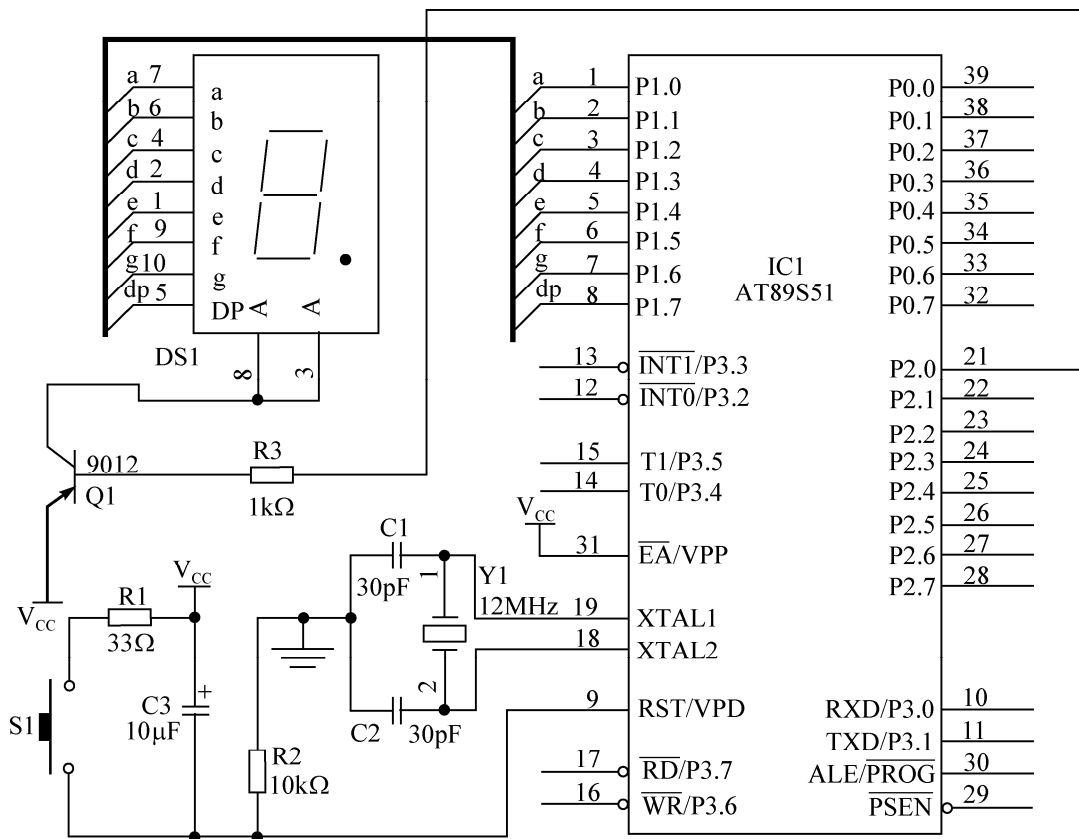

图 4-15 一位 LED 数码计数牌电路
根据任务要求，一位 LED 数码计数牌电路如图 4-15 所示。
- ① 按图 4-15 所示电路在万能实验板中绘制电路元器件排列布局图；
- ② 按布局图依次进行元器件的排列、插装；
- ③ 按焊接工艺要求对元器件进行焊接，背面用 $\phi 0.5\text{mm} \sim \phi 1\text{mm}$ 镀锡裸铜线连接，直到所有的元器件连接并焊完为止。